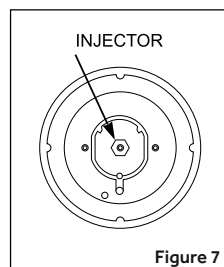

Figure 7
- Steek een zeskantsleutel (7 mm) in de brandersteun (Afbeelding 7*).